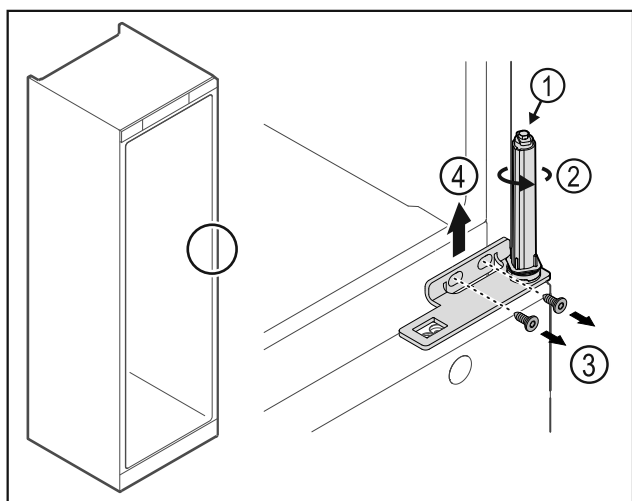

Fig. 27
- ▶ Dørlukkesystemet må ikke tas fra hverandre Fig. 27 (1).
- ▶ Drei på lukkesystemet Fig. 27 (2) til det sier klikk.
- ▶ Løsne skruene Fig. 27 (3), trekk hengselvinkelen opp og av Fig. 27 (4).